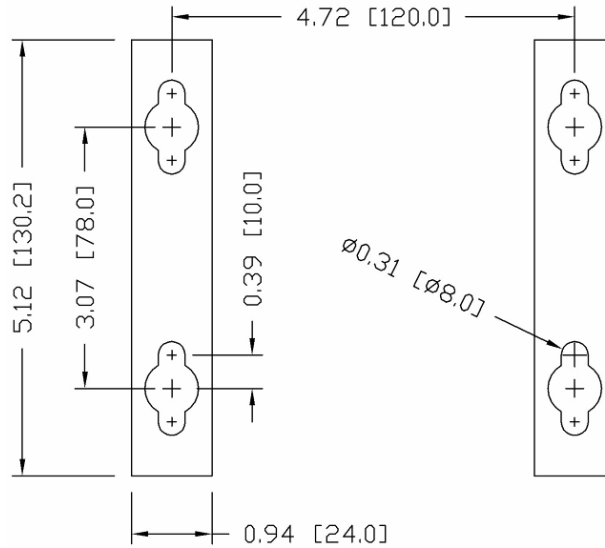

Figura 3-13: Padrão dos furos de montagem do suporte para parede
4. Marque a posição dos furos de montagem na superfície vertical conforme as dimensões indicadas na Figura 3-13 ou segurando o terminal sobre a superfície e fazendo a marcação através dos furos do suporte. As dimensões são fornecidas em polegadas e [mm].